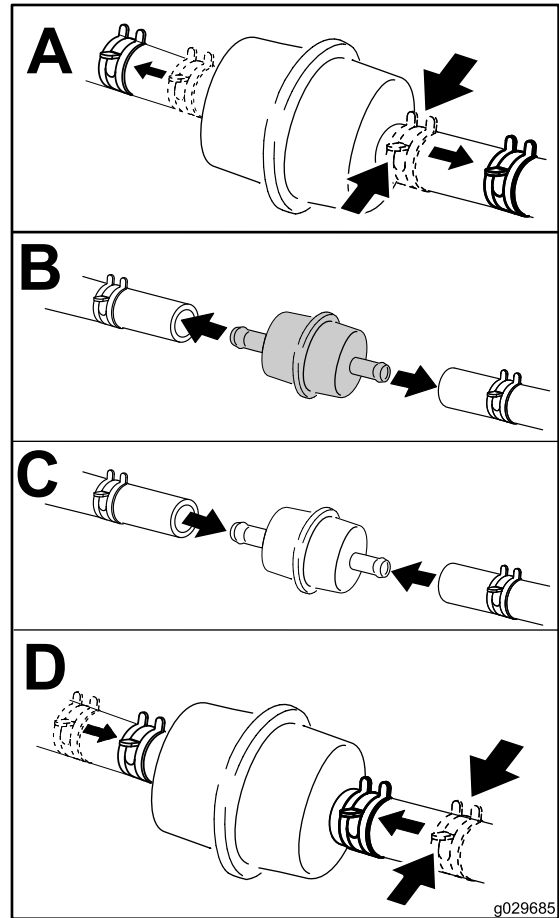

Figure 42
3. Remplacez le filtre à carburant en ligne (Figure 42).